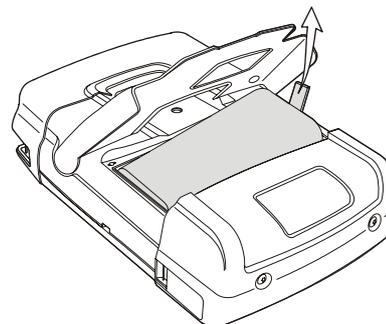

Figura 50 . Retirada de la batería
5. Levante un lado de la batería y retírela (Figura 50).